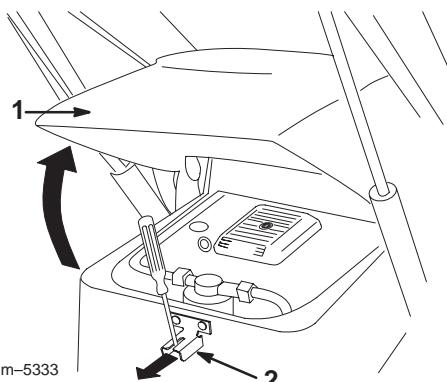

Bild 18
1. Ziehen Sie mit einem Schraubenzieher den Motorhaubenriegel heraus (Bild 18).
2. Schwenken Sie die Motorhaube nach oben, bis sie einrastet (Bild 18).